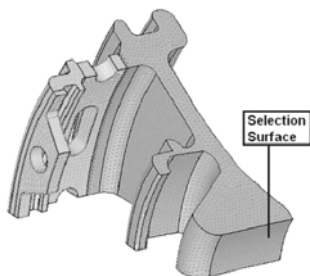

图 11-22 选择约束面
- (1) 在 mask by config 浏览器中, 单击 geometry 旁边的+号, 以显示几何。
- (2) 在 BSC 菜单中选择 create constraints。
- (3) 改变选择对象类型为 surfs。
- (4) 选择尺寸为 0.1。
- (5) 确保 6 个自由度都被选中。
- (6) 选择如图 11-22 所示的曲面, 并单击 create 按钮。